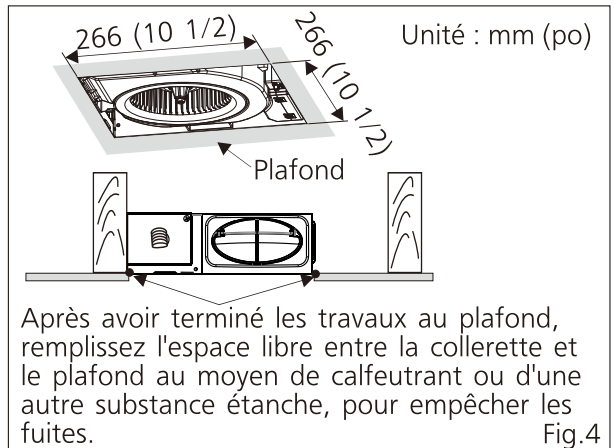

Fig.4
6. Terminez les travaux au plafond. Le trou au plafond devrait être aligné sur la bordure intérieure de la collerette. (Fig.4)